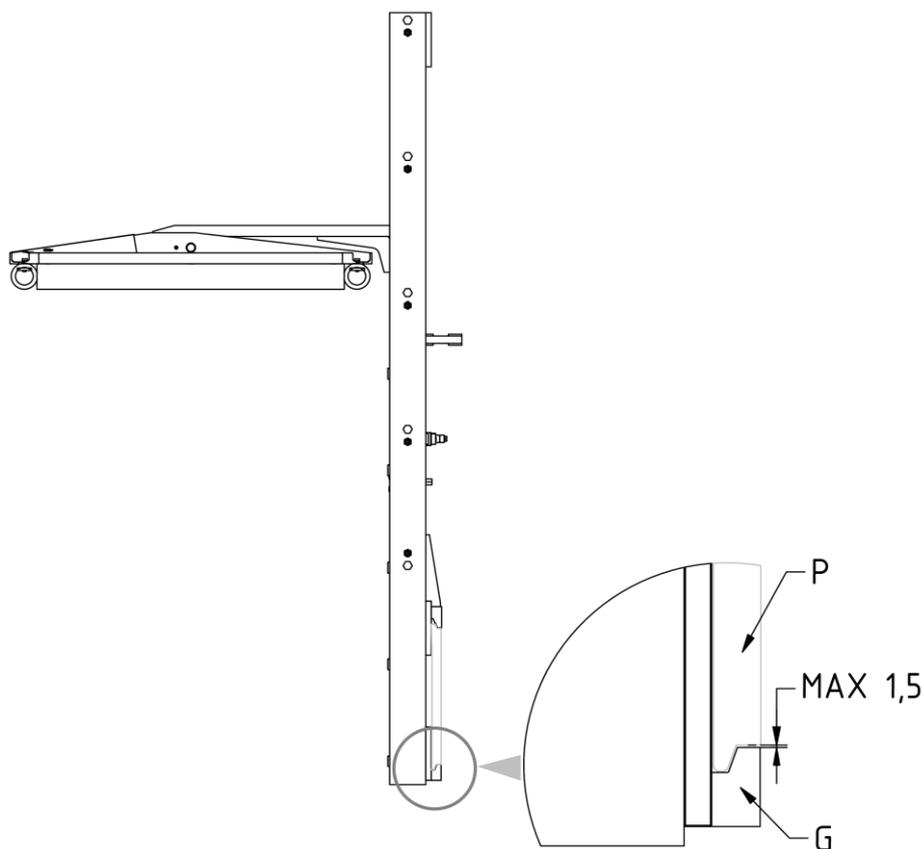

Figura 4
7. Riavvitare i 2 ganci inferiori **G** in modo che il corpo di questi rimanga agganciato anche inferiormente alla piastra porta forche **P** (con gioco max. 1,5mm, vedi dettaglio *Figura 4*), serrando con coppia di serraggio indicata nella *Tabella 3*.
3. Controllare il gioco fra la parte inferiore della piastra porta forche e i ganci inferiori dell'attrezzatura, verificando che sia come indicato in *Figura 4* (pag.10) e, eventualmente, intervenire sul serraggio delle viti che li sorreggono.